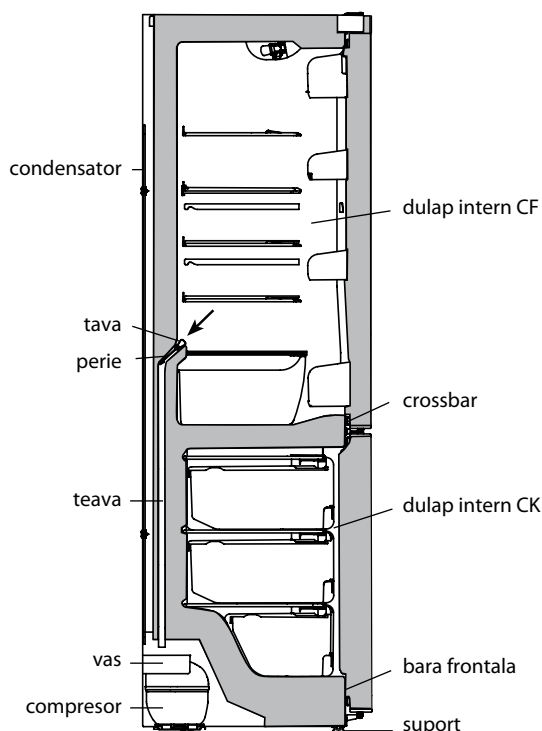

Figura 6 – Schema eliminării apei topite din CF
3.4.1 În CF se utilizează sistemul automat de decongelare. Chucura, care apare pe peretele din spate a CF, se topește în ciclul de dezghețare la deconectarea compresorului și se transformă în picături de apă. Picăturile de apă topită se scurg în vas și prin gaură în tavă patrund în țevă a navei pe compresor, în conformitate cu figura 6 unde și se evaporă. În gaura țevii este instalată o perie pentru a preveni înfundarea sistemului de evaporare.
Prezența apei în tavă indică la blocarea posibilă a scurgerii apei. Pentru a elimina contaminarea trebuie a curăța cu peria gaura în tavă, astfel că apa să se scurgă fără obstacole un vas, se spală peria și se instalează în conformitate cu figura 6.
SE INTERZICE exploatarea frigiderului cu sistemul de scurgere înfundat. Apa apărută în partea de jos a camerei frigiderului sau în locul atasamentului plăcii la dulapul interior al CF în conformitate cu figura 6, poate provoca coroziunea camerei exterioare și a elementelor agregatului frigiderului, a distruge izolarea termică, poate cauza formarea de fisuri a camerei interioare și deteriorarea completă a camerei frigiderului.
ATENȚIE! Nu permiteți scurgerea apei topite din CK la dezghețare și curățenie, deoarece apa, patrundând în locul atasamentului plăcii la dulapul interior al CK în conformitate cu figura 6, 7 poate provoca coroziunea camerei exterioare și a elementelor agregatului frigiderului, a distruge izolarea termică, poate cauza formarea de fisuri a camerei interioare și deteriorarea completă a camerei frigiderului.